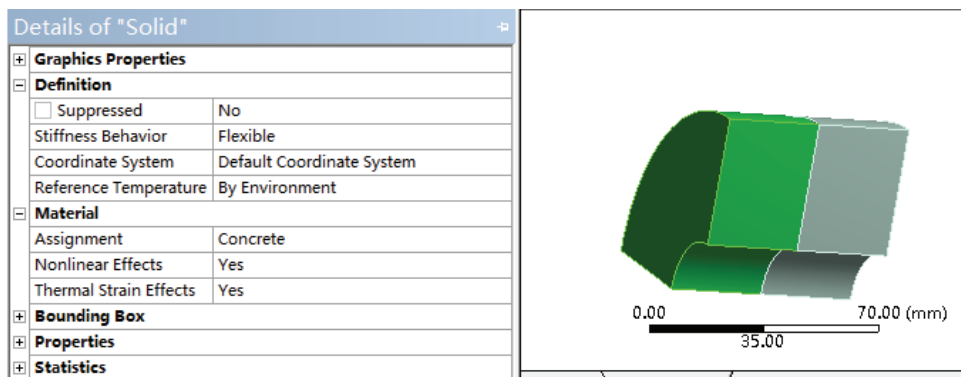

图 22-8 添加 Concrete 材料
2) 选择 Mechanical 界面左侧 Outline 树结构图中 Geometry 选项下的第 1 个 Solid，此时即可在 Details of “Solid” 细节窗口中给模型添加材料，如图 22-8 所示。